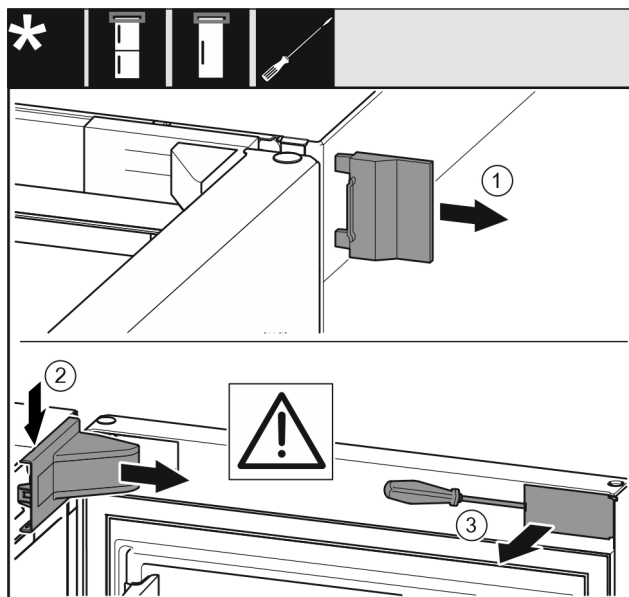

Fig. 7
- ▶ Detașați capacul exterior Fig. 7 (1).
- ▶ Deblocați și detașați capacul suportului de lagăr Fig. 7 (2).
- ▶ Deblocați masca Fig. 7 (3) cu șurubelnița plată și pivotați-o în lateral.